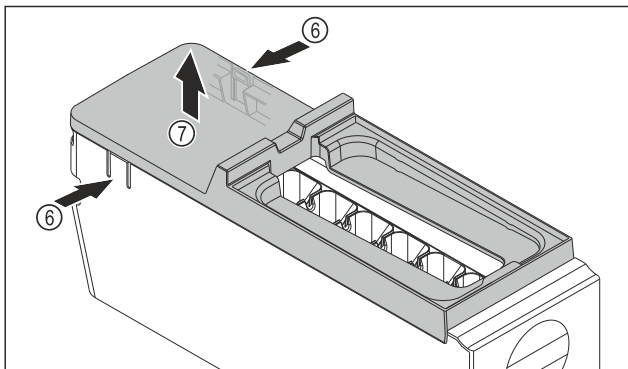

Fig. 80
- ▶ Fjern dekselet til hoveddelen til EasyTwist-Ice: Trykk på tappene Fig. 80 (6) på begge sider av hovedenheten til EasyTwist-Ice- med én hånd.
- ▶ Fjern dekselet Fig. 80 (7) ved å trekke det oppover med den andre hånden.